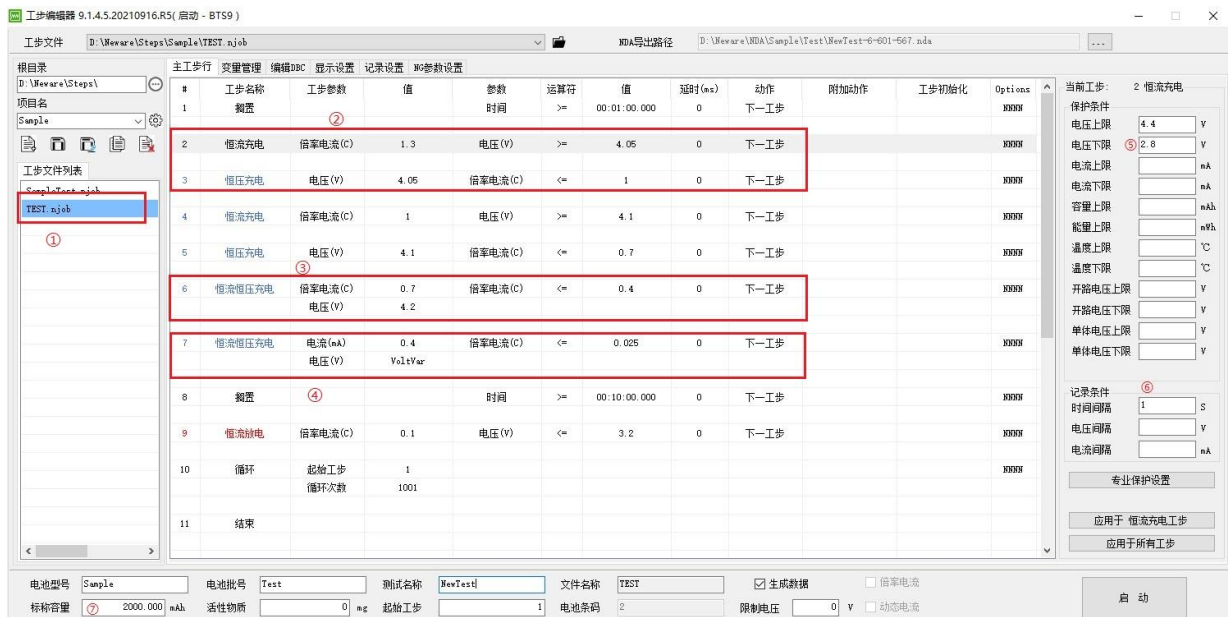

图 8-24 工步流程
如图 8-24 所示，此处需要关注步骤②包含恒流充电，恒压充电两个工步，步骤③恒流恒压充电工步一个工步即可，两种写法所表示的含义是一致的，即恒流恒压工步是先恒流，达到恒压值了再恒压；步骤④中使用了自定义变量 VoltVar 作为电压参数,此种写法易于理解且简便；